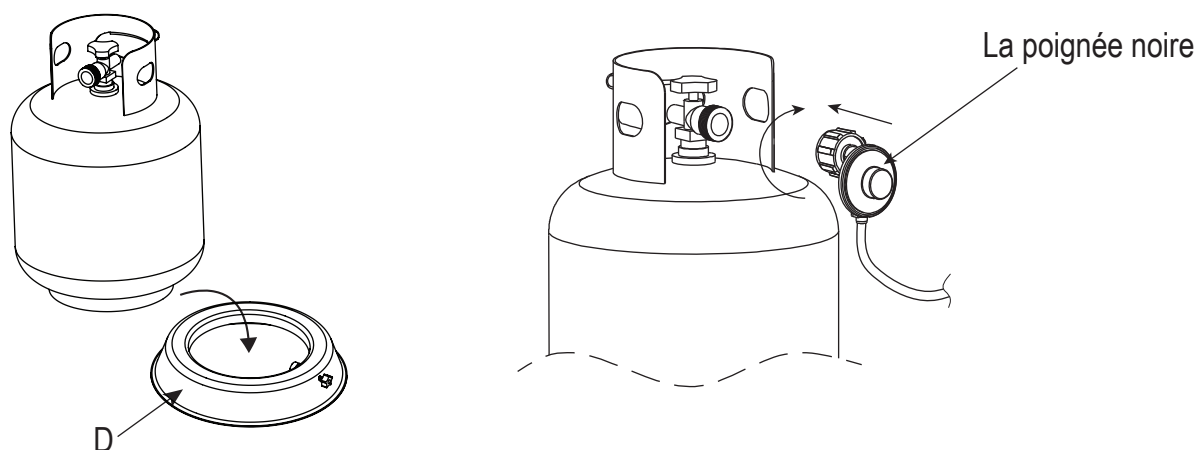

Figure 3
3. Placez le réservoir de gaz dans le siège du réservoir (D), connectez le régulateur, vissez la poignée noire dans le sens des aiguilles d'une montre pour serrer, tournez la poignée noire dans le sens inverse des aiguilles d'une montre pour retirer. Le tuyau ne doit pas être retourné. Le bouton du panneau de commande est tourné à fond en position « OFF » lorsque le foyer n'est pas utilisé (voir la figure 3).